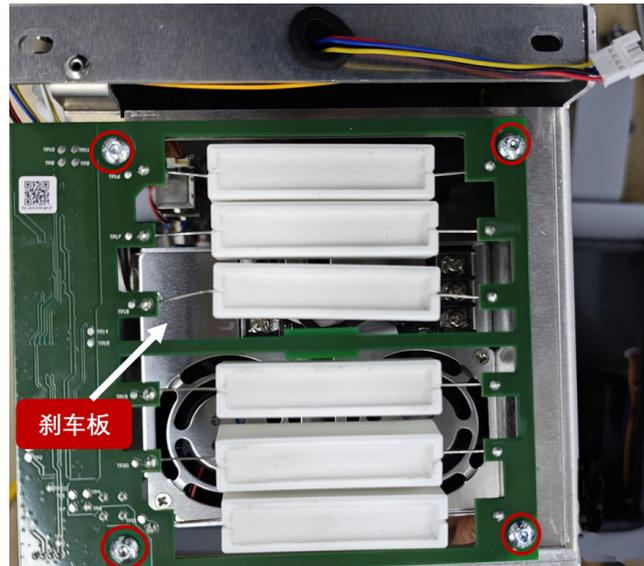

图 3-31: 取下刹车板
3. 松掉 4 颗内六角圆柱螺钉，取下需要替换的刹车板，如图 3-31所示；